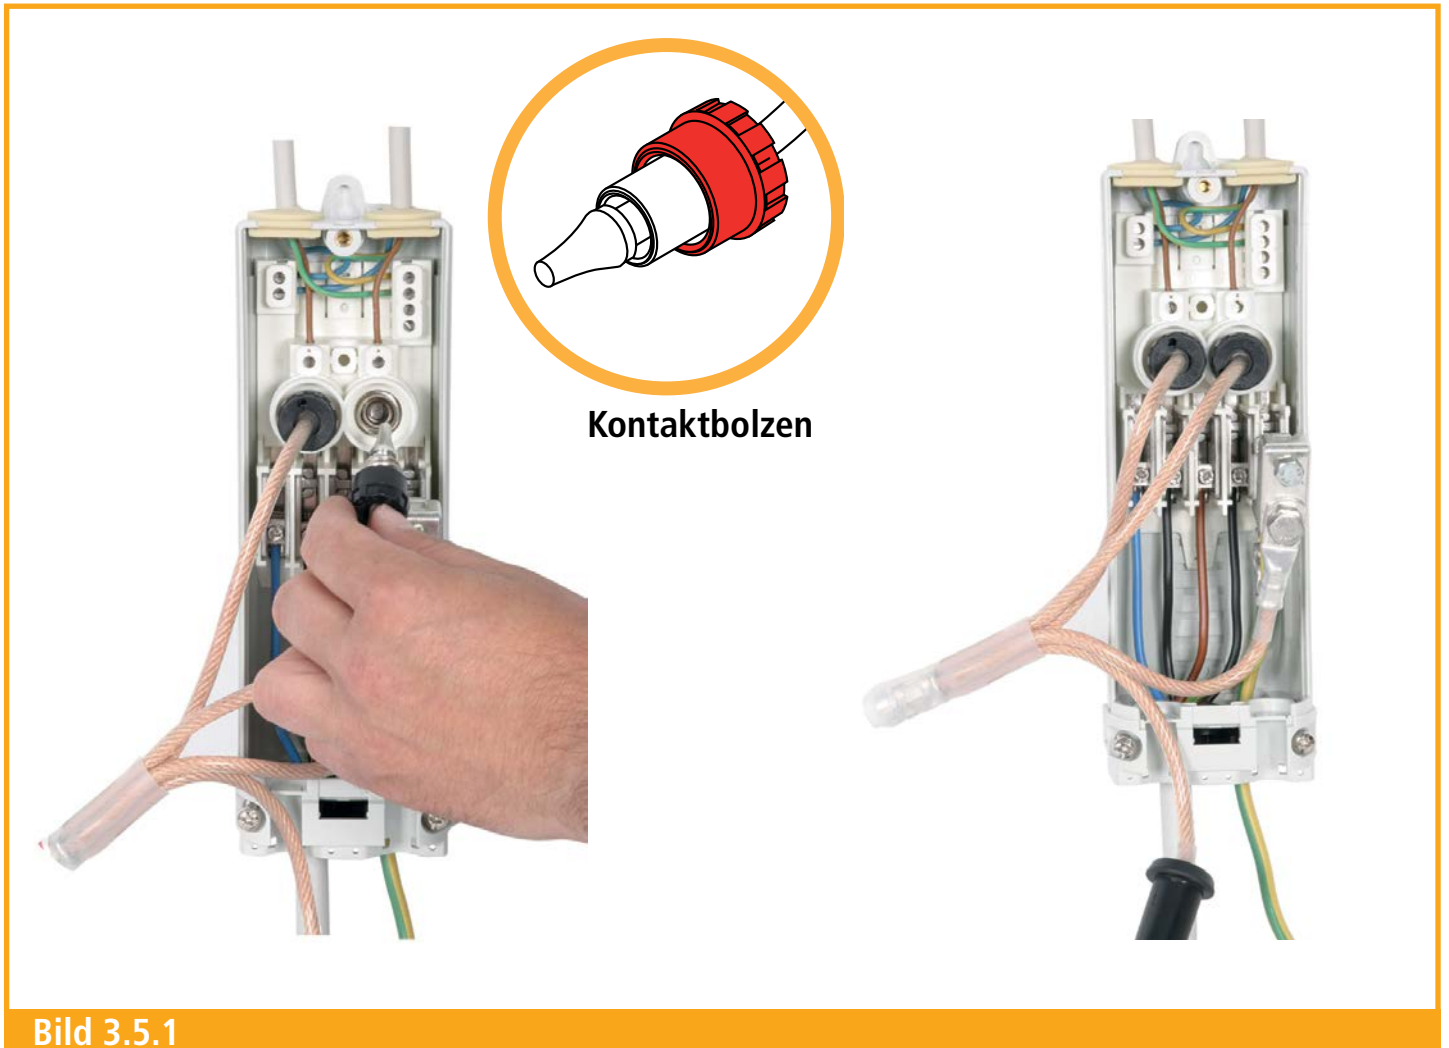

Bild 3.5.1
- 3.5.1 Die Kontaktbolzen der Erdungs- und KurzschlieÙvorrichtung werden in den jeweiligen Sicherungs-Schraubeinsatz E14 des Übergangs- und Sicherungskastens herangeführt und eingeschraubt (siehe Bild 3.5.1).
Danach können die Kontaktbolzen der Erdungs- und Kurzschließvorrichtung in das E14-Gewinde des Adapters eingeschraubt werden (siehe auch Bild 3.5.1, Seite 6).
3.5.1 The contact pin of the earthing and short-circuiting device are led and screwed into each fuse insert E14 of the junction and fuse box (see Fig. 3.5.1)
Afterwards, the contact pin of the earthing and short-circuiting device can be screwed into the E14 thread of the adapter (see also Fig. 3.5.1, page 6).